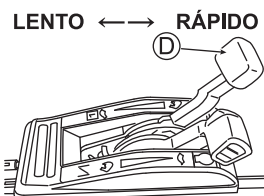

Fig. 19
5. Ajuste a velocidade de corte com a alavanca de ajuste de velocidade (D). (Veja a fig. 19)